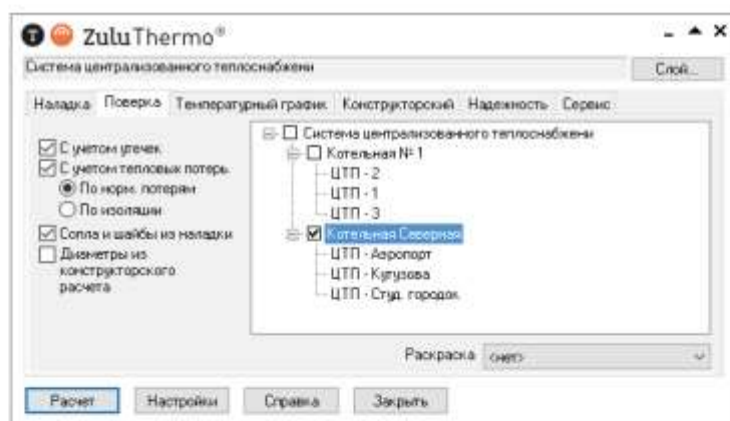

Рисунок 11.4. Выбор источника для расчета
4. Отметьте источник, для которых будет производиться расчет, установив флажок рядом с названием источника (Рисунок 11.4. «Выбор источника для расчета»);